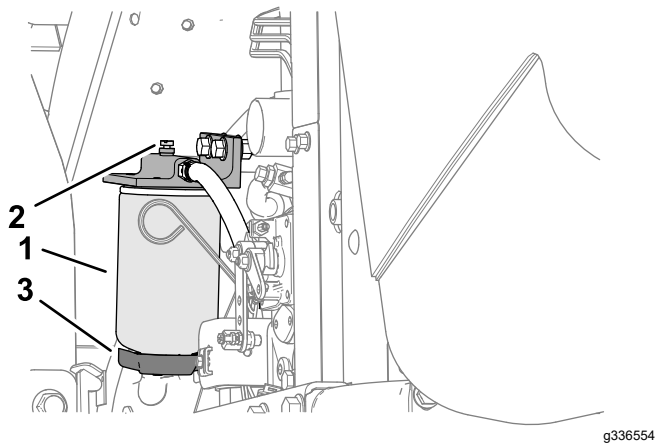

Рисунок 76
4. Открутите сливной кран в днище стакана фильтра (**Рисунок 76**).
3. Очистите область крепления корпуса фильтра (**Рисунок 76**).